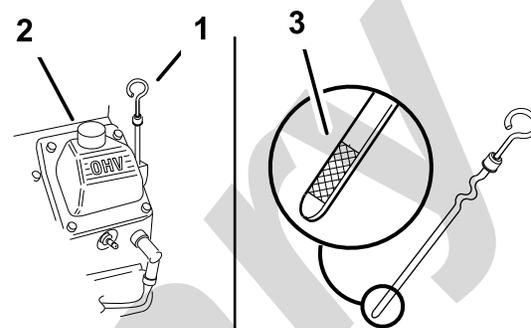

Рисунок 47
4. Очистите поверхность вокруг масломерного щупа (Рисунок 47), чтобы загрязнения не могли попасть в заливное отверстие и привести к повреждению двигателя.
5. Извлеките масляный щуп и начисто протрите его (Рисунок 47).
6. Вставьте масляный щуп в трубку заливной горловины до упора (Рисунок 47).
7. Медленно залейте примерно 80% указанного количества масла в заливную горловину (Рисунок 47).